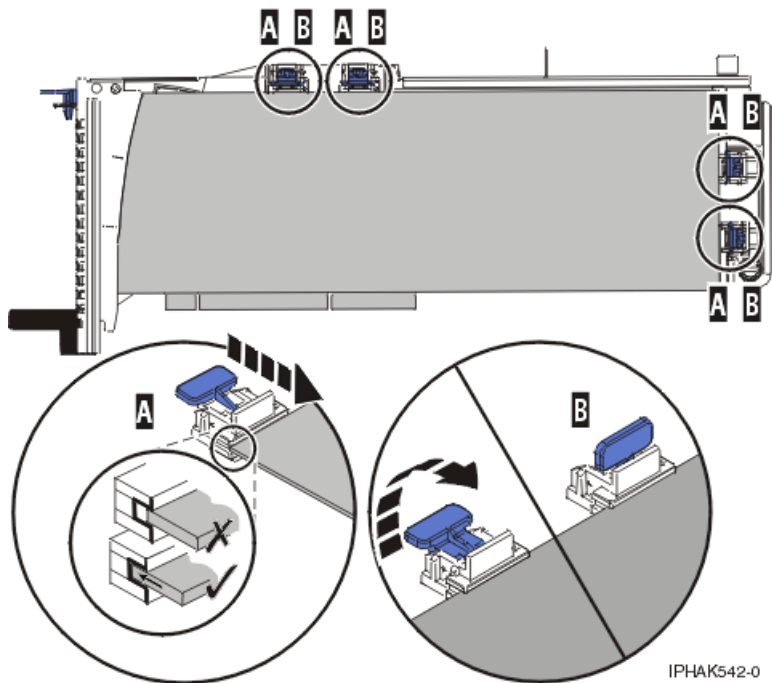

図 121. 所定位置に保持具およびスタビライザーが付いた PCI アダプター・カセット内の Long PCI アダプター
- 3) 保持具 (B) をセットして、ロックする。図 121 を参照してください。